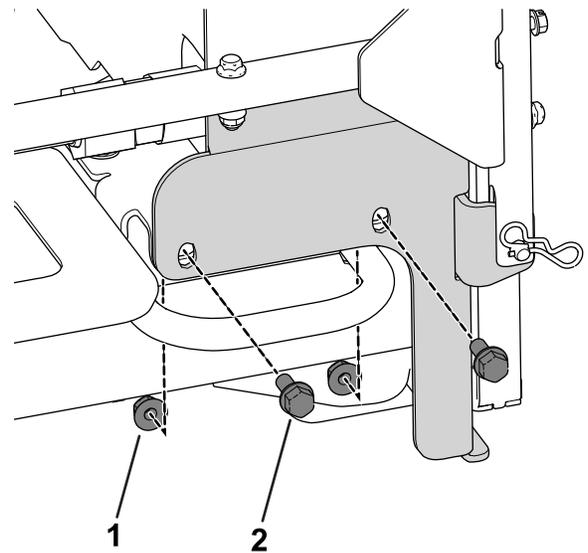

**Figura 6**
**Nota:** Le macchine più vecchie potrebbero avere un longherone dello chassis che arriva sino davanti ai dispositivi di fissaggio del telaio del radiatore. Rimuovete il longherone dello chassis, limate e ridipingete la nuova l'estremità dello chassis (Figura 6).